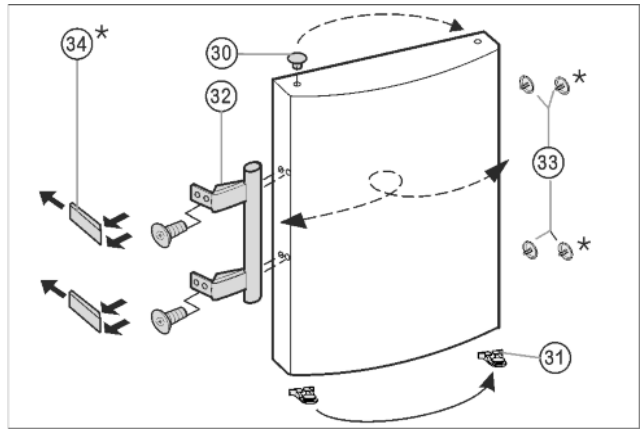

Fig. 7
- ▶ Извадете тапата Fig. 7 (33) от лагерната втулка на вратата и я преместете.
- ▶ Демонтирайте дръжката на вратата Fig. 7 (32), тапите Fig. 7 (33) и притискателните плочи* Fig. 7 (34) и ги монтирайте на другата страна.